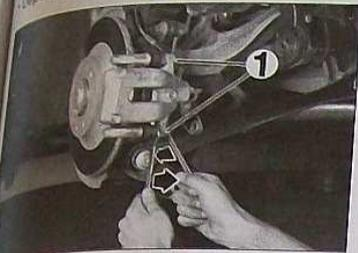

FIG. 6
Lever et caler l'arrière du véhicule puis déposer les plaquettes. S'assurer que le frein de stationnement soit desserré. Déposer les vis de colonnette (1) (Fig.6).